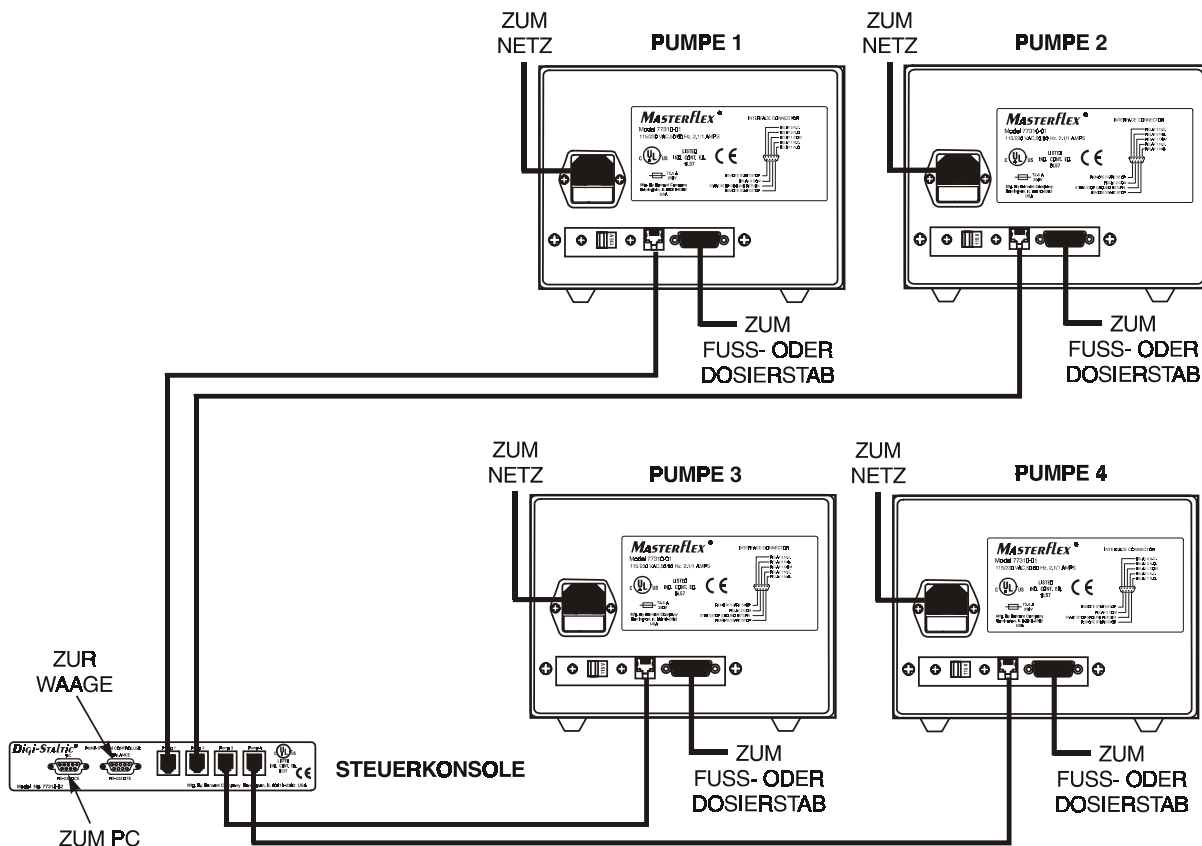

Abbildung 4. Verbindung der Komponenten
Zum Anschließen der einzelnen Komponenten des Dosiersystems siehe Abbildung 4. Sicherstellen, dass die Stecker fest in den Anschlüssen auf der Rückseite der Steuerkonsole sowie auf der Rückseite der einzelnen Pumpenantriebe sitzen.
Sicherstellen, dass der Wechselstrom-Netzanschluss geerdet ist und den örtlichen Bestimmungen und staatlichen Fachvorschriften entspricht. Weil beim Betrieb der Anlage Flüssigkeiten im Einsatz sind, wird für den Netzstrom der Einsatz eines Erdschlussschutzes empfohlen. Zum Anschluss der Pumpen wird das mitgelieferte Kabel verwendet. Die Steckbuchse anhand von Abbildung 4 mit dem Steckverbinder an der Rückseite des Pumpenantriebs verbinden. Der Stecker wird in einen vorschriftsmäßig geerdeten Netzanschluss gesteckt.
- 3. Die Waage an den mit BALANCE (Waage) beschrifteten Steckverbinder auf der Rückseite der Steuerkonsole anschließen (siehe Abbildung 4).
- 2. Den DB-9-Anschluss vom Fußschalter oder Dosierstab mit dem 9-poligen Steckverbinder auf der Rückseite des Pumpenantriebs verbinden (siehe Abbildung 4).